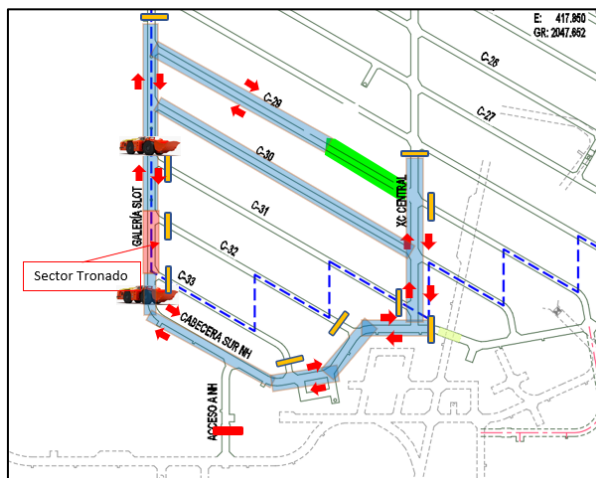

Ilustración 6: Manejo de Materiales en NH con LHD
5.2.5.- Para realizar repele por el lado sur del polígono, LHD deberá transitar por Cabecera SUR, luego ingresar a XC-Central hasta llegar a Calle 29 donde debe acopiar el mineral (Ilustración 6).
5.2.6.- Para realizar repele por el lado norte del polígono, LHD deberá transitar por Galería SLOT hasta Calle 29 e ingresar hasta llegar al sector de acopio (Ilustración 6).